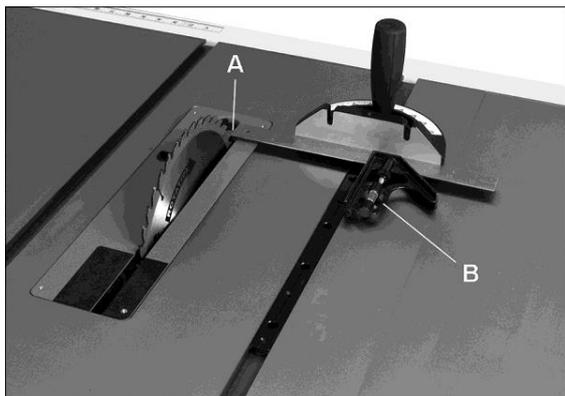

Рис. 7-9
См. Рис. 7-9 и 7-10.
4. Слегка поднимите угловой упор из паза стола. Теперь он будет служить упором для поверочного угольника. Положите угольник с выдвижной линейкой (B) вплотную к угловому упору и выдвиньте линейку угольника до касания с пильным диском. Затем зафиксируйте линейку в этом положении. См. Рис. 7-9.